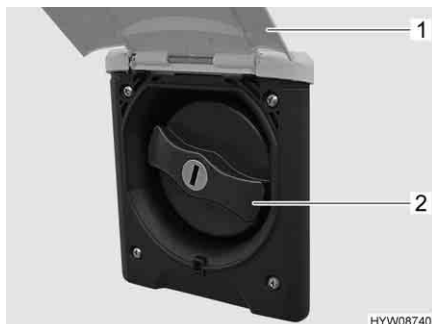

Fig. 98 Coperchio per bocchettone di riempimento dell'acqua potabile
- Sollevare lo sportello esterno (Fig. 98,1).
- Ruotare il coperchio blu (Fig. 98,2) di un quarto di giro.